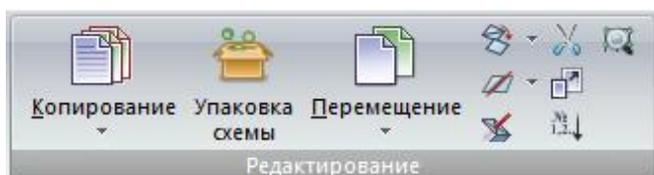

Рис. 14. Панель Редактирование
- **Редактирование** (рис.14) – операции по базовому редактированию схемы (копирование, перемещение, масштабирование), упаковка схемы, редактирование триангуляционной сетки, упорядочения нумерации узлов и/или элементов
Панель **Редактирование** (рис.14) содержит следующие команды: